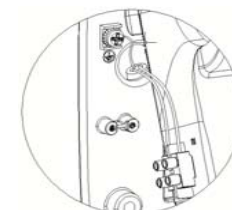

Bild Nr. 8
2. Anschluss- und Erdkabel (3 Kabel 14 AWG/105°C) durch die vorgesehene Kabeldurchführung in der Grundplatte ($\varnothing 55/64"$ - $\varnothing 22$ mm-) anschließen, wie in Bild Nr. 8 dargestellt.
4. Die beiden Phasen (N und L) an der Klemme und das Erdkabel an der dafür vorgesehenen Erdungsschraube (Klasse I) anschließen, wie in Bild Nr. 8 dargestellt.